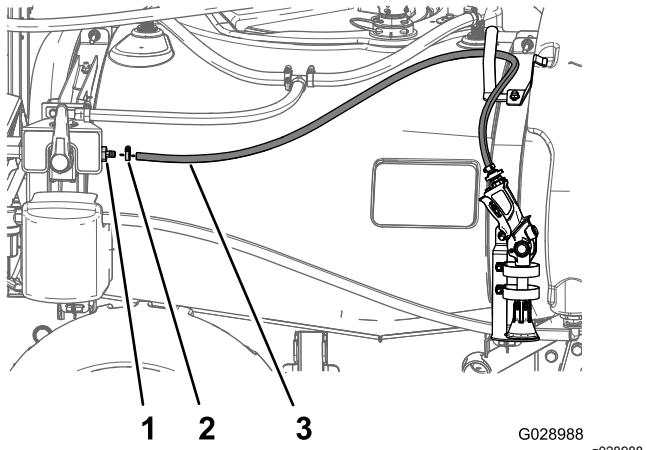

Figura 48
- Coloque a pistola de pulverização no respetivo suporte, passe o tubo pelo suporte do tubo e passe a extremidade livre do tubo para a válvula de 4 vias, conforme indicado na Figura 48.
- Monte a extremidade livre do tubo na união roscada reta no lado dianteiro da válvula de 4 vias (Figura 48).
- Fixe o tubo à união com uma braçadeira de tubos (Figura 48).